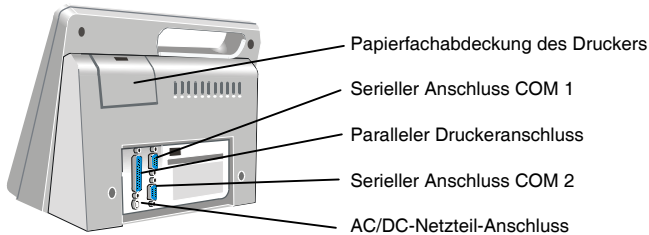

Abb. 2. Position der Anschlüsse
Ein IBM-kompatibler Laborcomputer und ein serieller oder paralleler externer Drucker können mit dem System verwendet werden. Die Steckanschlüsse für diese Geräte befinden sich an der Rückseite des Geräts (Abb. 2).
2. Ein Ende des Kabels an den mit PRINTER (bei einem parallelen Drucker) bzw. mit COM 1 oder COM 2 (bei einem seriellen Drucker) gekennzeichneten Anschluss anschließen (Abb. 2).
2. Ein Ende des Kabels an den mit COM 1 oder COM 2 gekennzeichneten Anschluss anschließen (Abb. 2).
2. Das Netzteil an den Netzanschluss anschließen (Abb. 2).